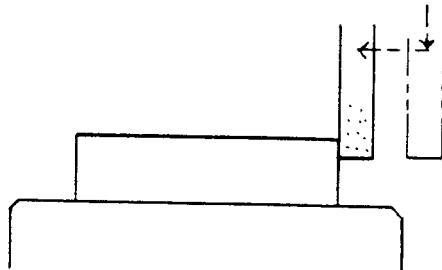

図 2-16
(1) 砥石と工作物の位置合せ
① 前後方向の基準合せをする。(図 2-16)
② 第 1 溝の研削位置決めをする。